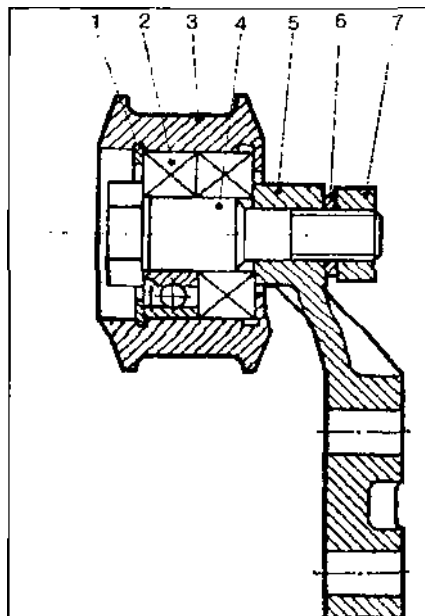

Рис. 2.7.2. Ролик натяжной:
7. Рабочая поверхность натяжного ролика гладкая, без забоин и заусенцев. При неудовлетворительном состоянии подшипников произвести их замену (рис. 2.7.2).